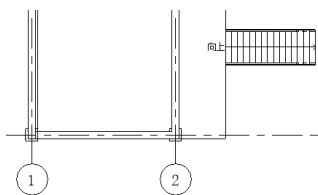

图 12-4 绘制直梯
(6) 单击“模式”面板中的“完成编辑模式”按钮, 完成直梯的绘制, 如图 12-4 所示。